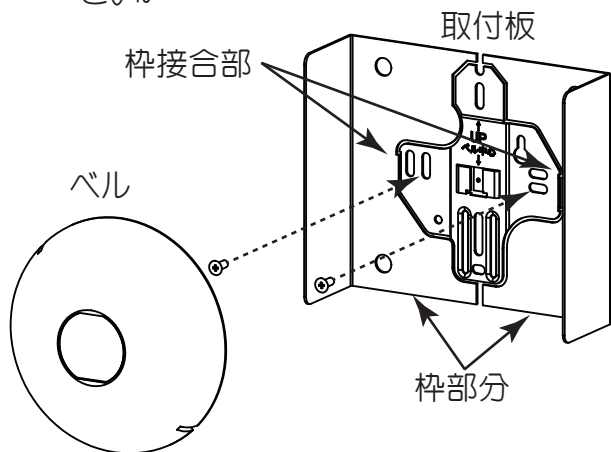

図 1. 取付け方法
①結線・・・リード線 赤（+）、青（-）
②機器の取付け（図 1）